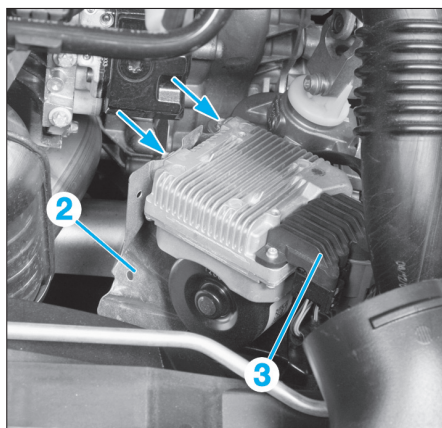
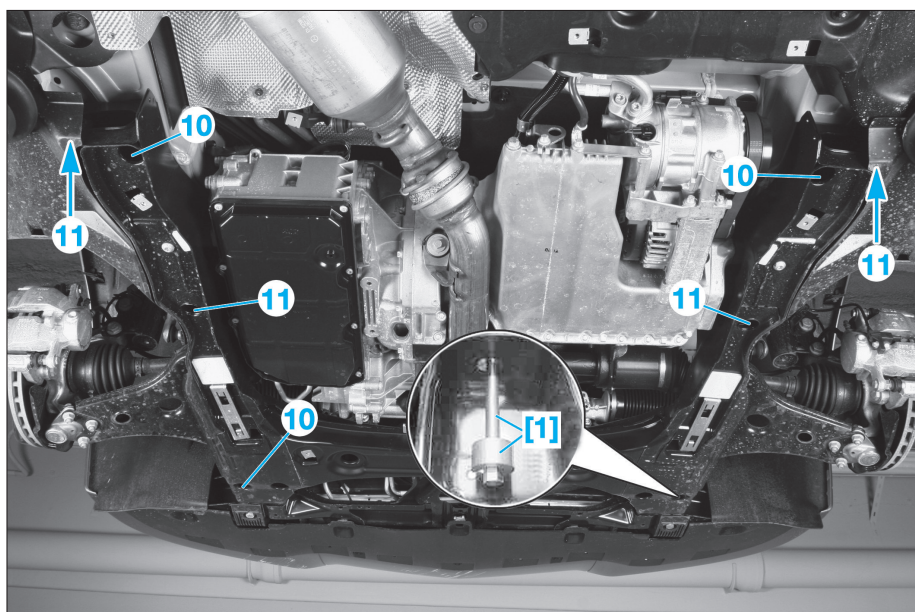

FIG. 14
FIG. 17
- (1). Vis de retenue de berceau (ref. 169 589 00 62 00) (Fig.17).
- Déposer les 4 vis (10) de fixation du berceau (Fig.17).
- Déposer la vis (1) puis désaccoupler l'arbre de colonne de direction du boîtier de direction.
- Déposer les vis (flèches) de la protection thermique (2) puis la mettre de côté (Fig.14).